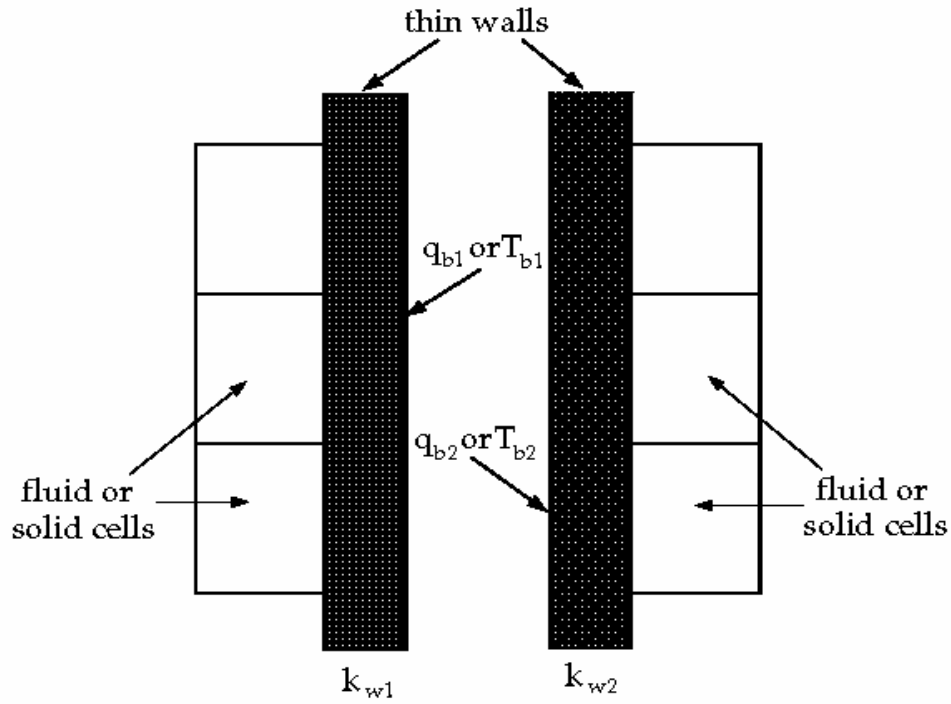

Figure 3: 热条件在非耦合薄壁的外边指定
- 要解耦壁面的两个边，并为每一个边指定不同的热条件，在热条件类型中选择温度或者热流作为热条件类型(对于双边壁面，不应用对流和热辐射)。壁面和它的阴影之间的关系会被保留，以便于你在以后可以再次耦合它们。你需要设定所选的热条件的相关参数，前面对这方面的内容已经叙述过了不再重复。两个非耦合壁面具有不同的厚度，并且相互之间有效地绝缘。如果对于非耦合壁面指定非零厚度的壁面，你所设定的热边界条件就会在两个薄壁的外边的那个边指定，如图 3 所示，其中 T_{b1} 和 T_{b2} 分别是两个壁面的温度或者热流量。 k_{w1} 和 k_{w2} 是非耦合薄壁面的热传导率。注意图 3 中两个壁面之间的缺口并不是模型的一部分，它只是在图形中用来表明每一个非耦合壁面的热边界条件在哪里应用。